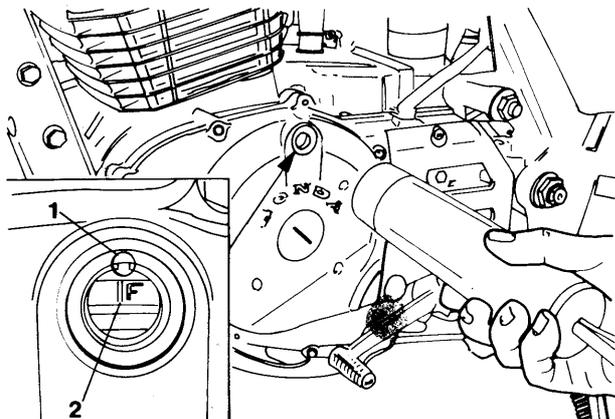

Bild 12 Ausgleicherkettenspannung
- Den Zündzeitpunkt überprüfen. Der Zündzeitpunkt ist korrekt, wenn die Index-Marke (1) bei Leerlaufdrehzahl auf die «F»-Marke (2) ausgerichtet ist (Bild 12).